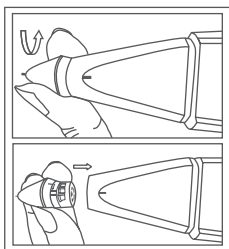

Рис. 1.07
1. Когда прибор выключен, поверните кончик детектора против часовой стрелки, чтобы снять его, как показано на **рис. 1.07**.